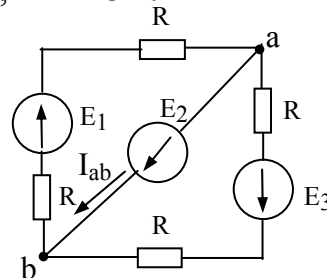

Рис. 1.4.13
1.4.13. Известны параметры элементов схемы (рисунок 1.4.13):  $E_1=100$  В,  $E_2=20$  В,  $E_3=20$  В,  $R=10$  Ом. Определить ток  $I_{ab}$  в ветви  $ab$ .